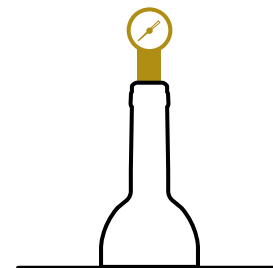

Figure 8
- La pression interne des bouteilles qui viennent de quitter la ligne d'embouteillage doit être vérifiée fréquemment afin de confirmer si le vide ou le système d'injection de CO2 fonctionne correctement. Les pressions internes, dans le cas des vins tranquilles, doivent être aussi proches que possible de zéro (**Figure 8**);